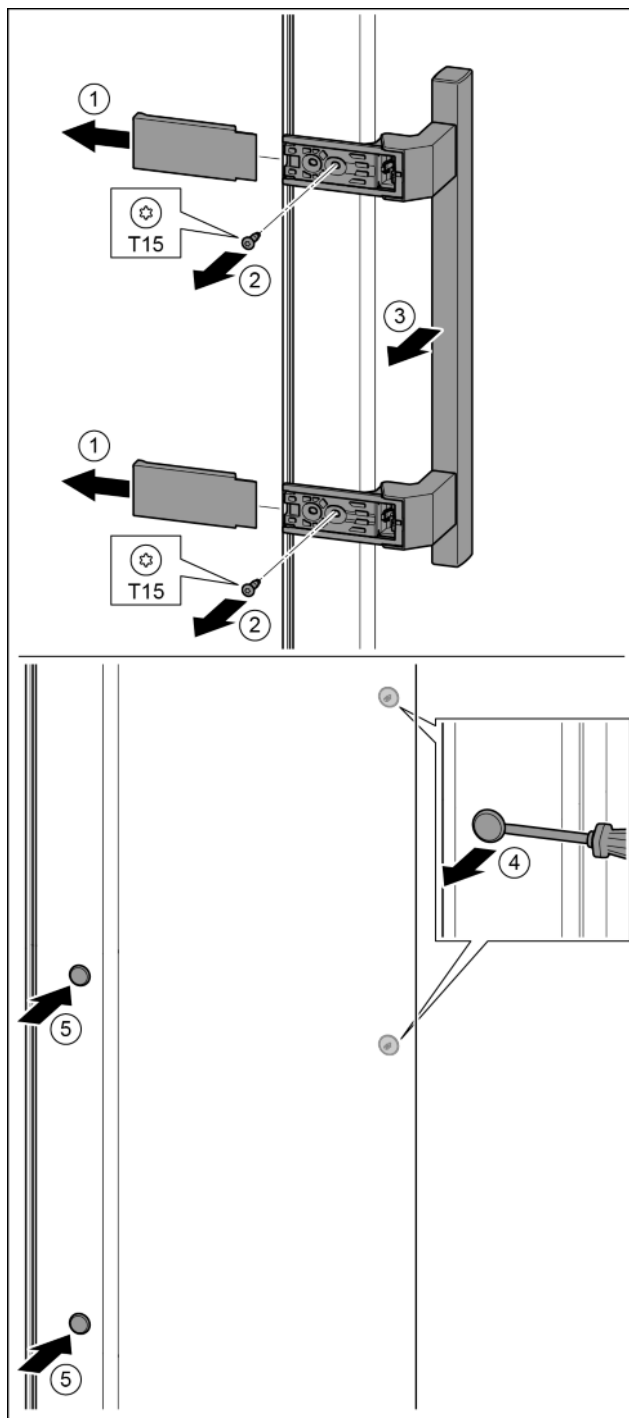

Fig. 21
- Zdjąć osłonę. Fig. 21 (1)
- Śruby wykręcić przy pomocy śrubokręta T15. Fig. 21 (2)
- Zdjąć uchwyt. Fig. 21 (3)
- Boczną zatyczkę ostrożnie podważyć przy pomocy śrubokręta i wyjąć. Fig. 21 (4)
- Zatyczkę założyć ponownie z drugiej strony. Fig. 21 (5)